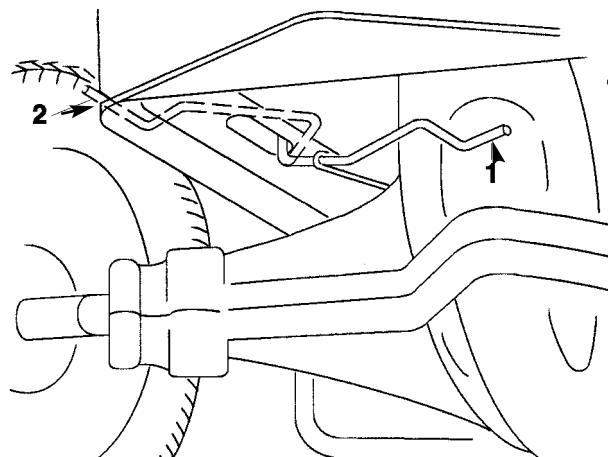

Fig. 11
2. Sæt drivarmen på "SKUBNING" (PUSH). Hermed frakobles drivsystemet, så hjulene kan dreje frit (fig. 11).
1. Sæt drivarmen på "BETJENING" (OPERATE). Hermed tilkobles drivsystemet (fig. 11).